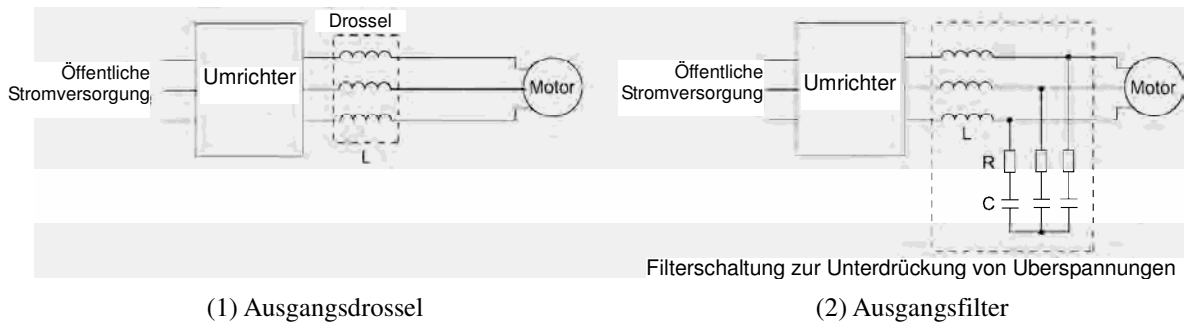

Abbildung C.3: Verfahren zur Unterdrückung von Überspannung
Bei relativ kurzer Verkabelung können die Überspannungen unterdrückt werden, indem die Anstiegszeit der Spannung ( $dv/dt$ ) durch Installation einer Wechselstromdrossel auf der Ausgangsseite des Umrichters reduziert wird, siehe Abbildung C.3 (1).
Durch Installation eines Filters auf der Ausgangsseite des Umrichters lässt sich der Spitzenwert der Motorklemmenspannung reduzieren, siehe Abbildung C.3 (2).